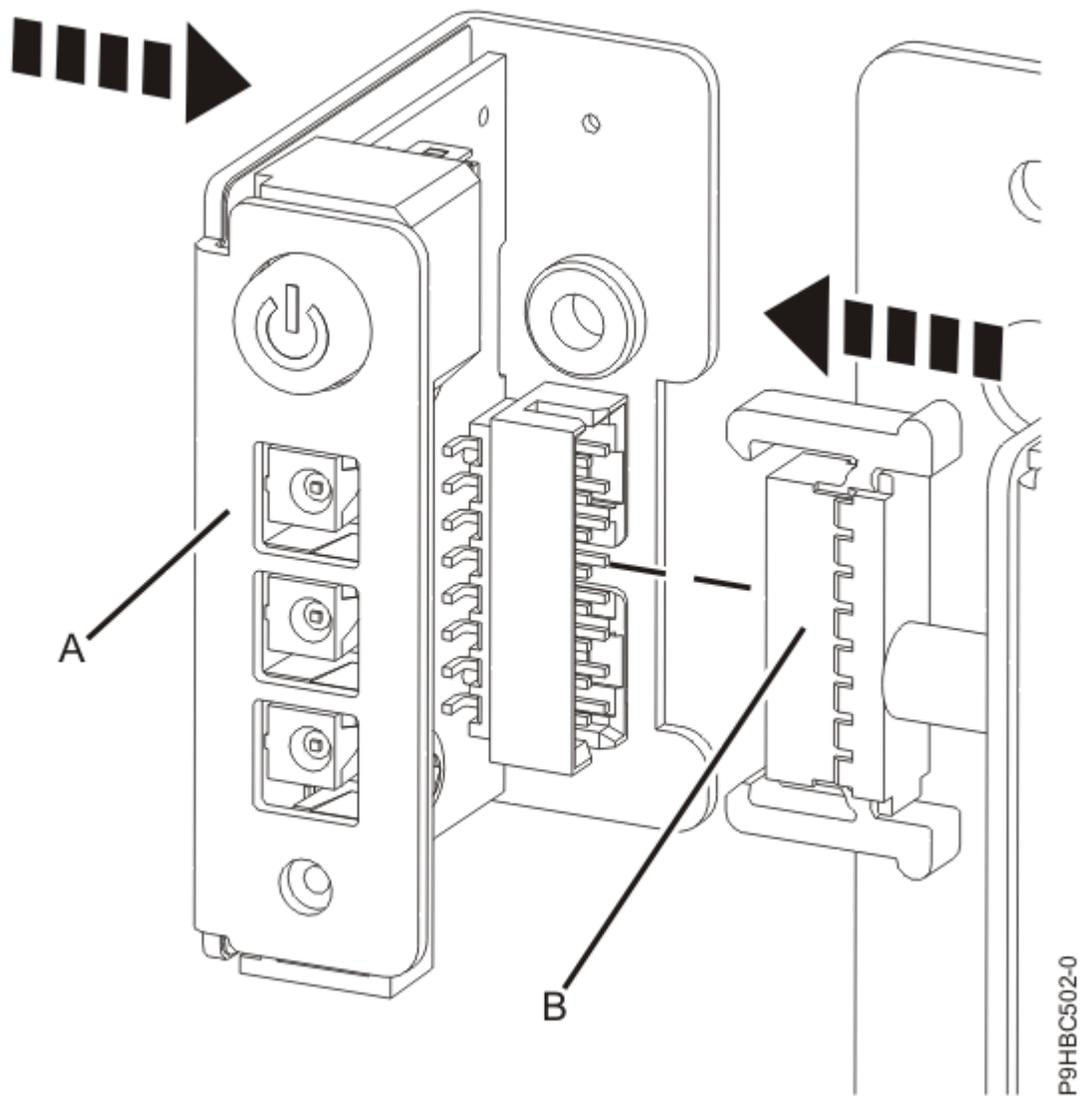
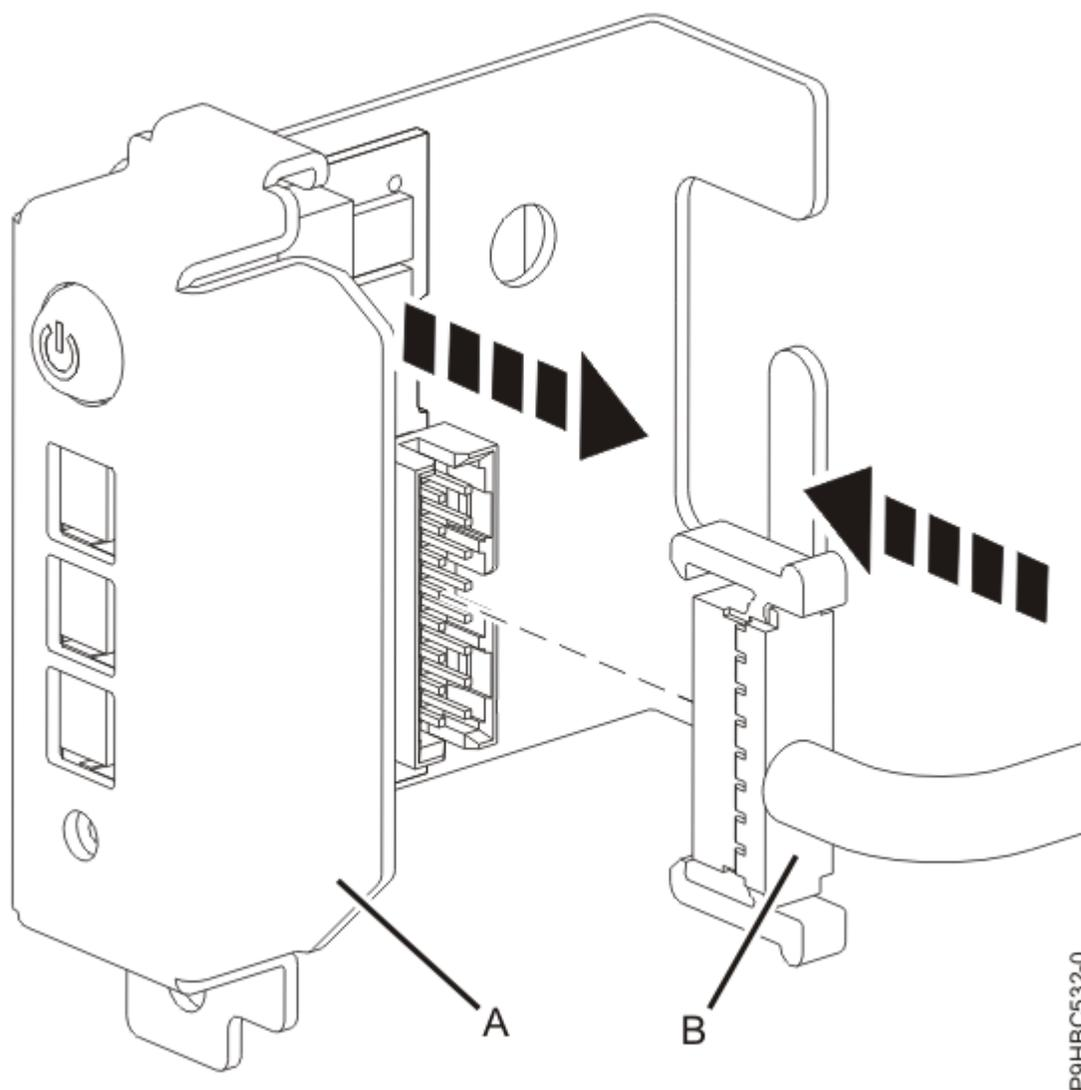

Figura 22. Ligar o painel de controlo e o cabo para um sistema montado em bastidor
Figura 23. Ligar o painel de controlo e o cabo para um sistema autónomo
2. Ligue o painel de controlo **(A)** ao cabo do painel de controlo **(B)** conforme apresentado na Figura 22 na página 24 ou Figura 23 na página 25.